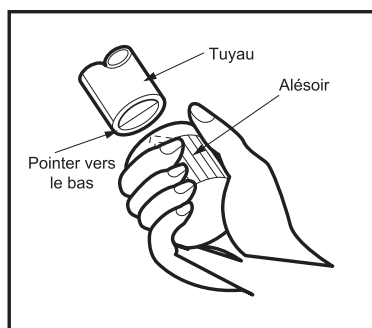

Fig. 6
- Enlevez les bavures sur les bords de coupe. Gardez la sortie du tuyau inclinée vers le bas pour éviter que de la poudre métallique n'entre dans le tuyau (figure 6).